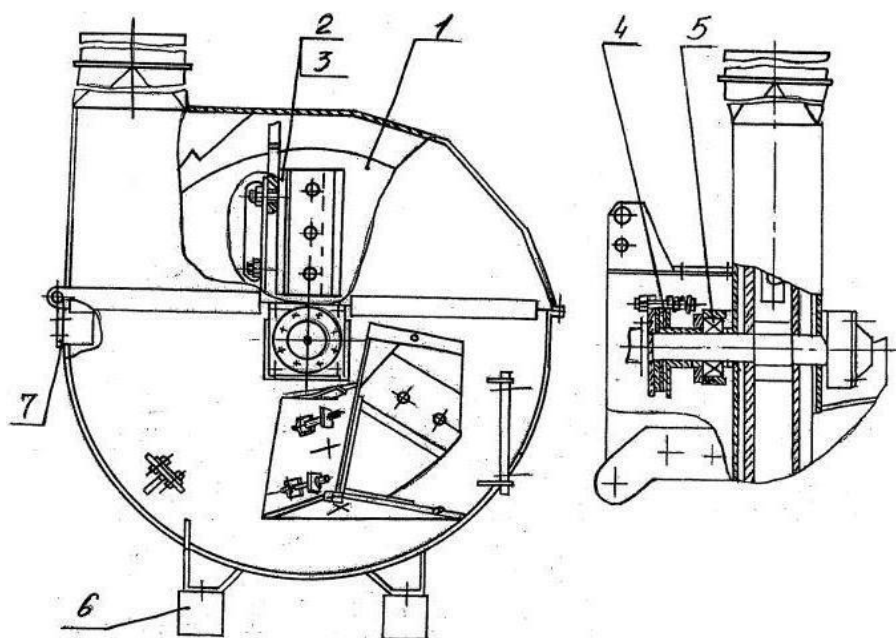
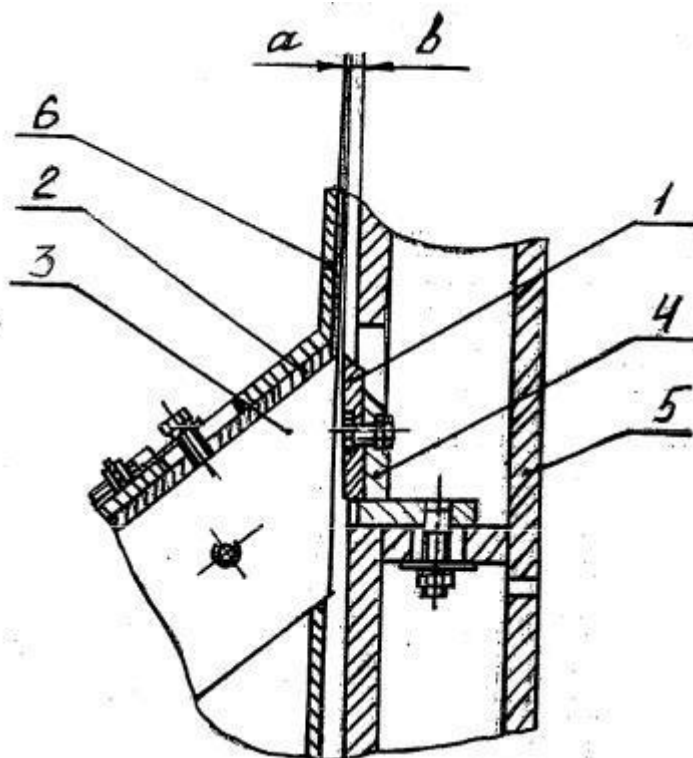

Рисунок 2. Рабочий орган МРН-1
Рисунок 3. Измельчающее устройство МРН-1
Основной составной частью МРН-1 является рабочий орган (рис.2). Он предназначен для измельчения древесных отходов в технологическую щепу. Рабочий орган представляет собой сварную конструкцию, внутри которой расположен ротор (1), вращающийся на подшипниках (5) и приводимый в движение валом отбора мощности трактора через дисковую предохранительную муфту (4).
Ротор (1) состоит из двух щек, соединенных лопастями (рис. 2). На лопастях крепятся кронштейны (2) с ножами (3). Крепление позволяет регулировать зазор между ножами и щекой, тем самым регулируя размер щепы (рис. 3).
Для устойчивости МРН-1 к рабочему органу горизонтально прикреплены две опоры (рис.2, поз. 6).
- 6.11. Наладка измельчающего устройства (рис.3) сводится к регулировке длины фракции щепы и установке зазора между ножом (1) и ножами (2) и (3). Регулировка размера щепы производится изменением размера «б», перемещением кронштейна (4) в пазах лопастей ротора (5).